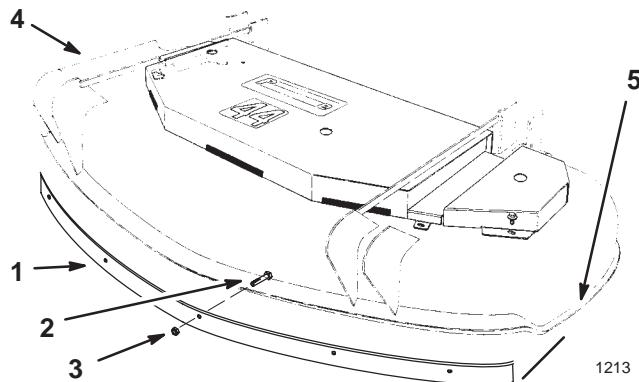

Figure 6
- Placez le côté gauche du déflecteur à l'intérieur de la tondeuse, au même niveau que le bord gauche de la tondeuse (Fig. 6).
- Fixez le déflecteur avant à la tondeuse avec 5 boulons (5/16 x 3/4") et 5 contre-écrous (5/16") (Fig. 6).
Remarque : Vérifiez que la tête du boulon se trouve bien à l'intérieur du plateau de coupe (voir la Figure 6).